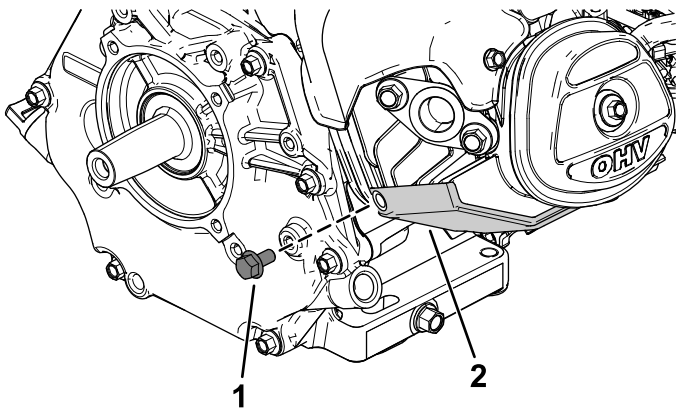

Figura 6
2. Retire o parafuso da superfície de montagem do motor (Figura 6).